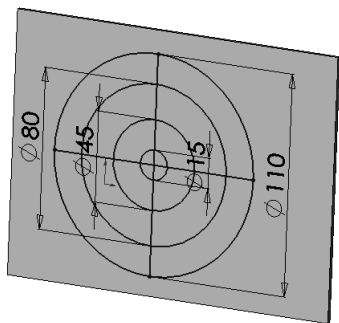

图 10-61 使草图几何关系不显示
1) 首先在钣金零件的表面绘制图 10-59 所示的通风口草图。为了使草图清晰，可以选择“视图”→“草图几何关系”菜单命令（图 10-60）使草图几何关系不显示，结果如图 10-61 所示，然后单击（退出草图）按钮。